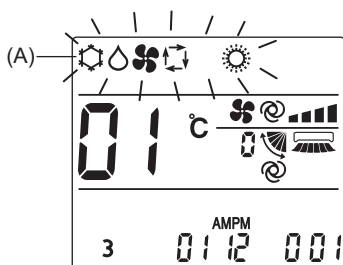

Fig. 6-11
1. Appuyez sur la touche **MODE** (1) pour arrêter le climatiseur.
2. Appuyez sur la touche **MENU** (2).
L'écran Réglage des fonctions s'affiche et le n° de la fonction (A) clignote. (Fig. 6-11)